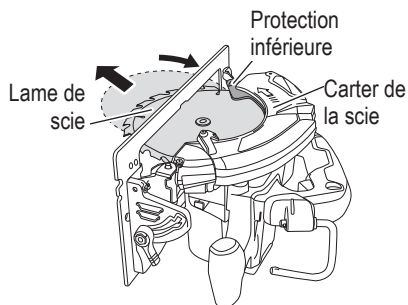

Fig. 15
- (2) Tout en tenant l'extrémité de la protection inférieure pour que cette dernière reste complètement rétractée dans le carter de la scie, retirer la lame de scie. (Fig. 15)